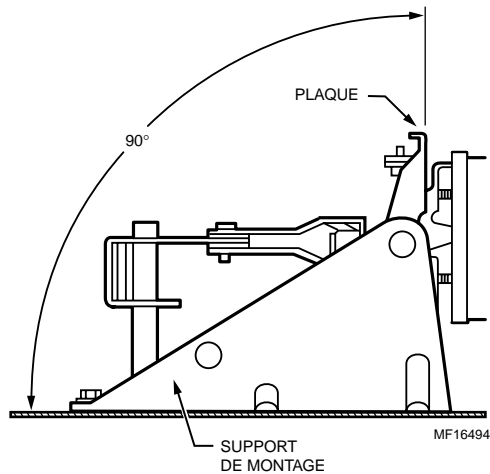

Fig. 8. Positionnement de la plaque de montage pour montage externe.
2. Vérifier la position de la plaque et l'ajuster au besoin (Fig. 8).